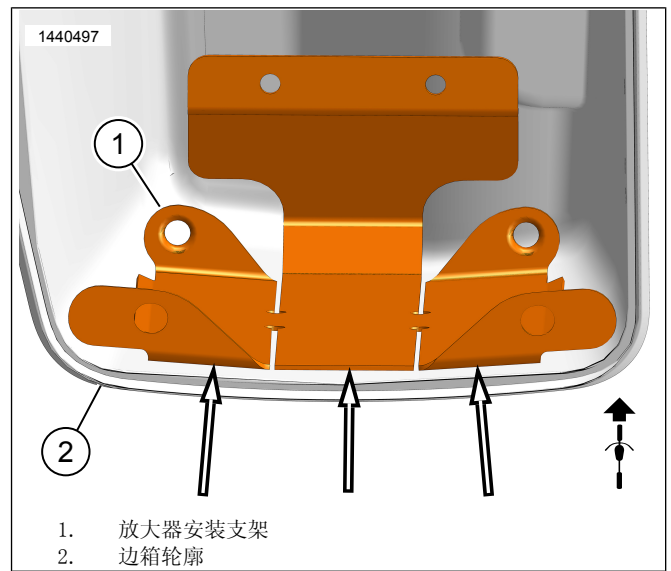

图13。边箱轮廓
b. 图13使用安装架(1)中的狭缝进行弯曲并使其适合边箱轮廓(2)而不摇动。这将确保更好的接触和胶带的粘附。此时不要剥落胶带。